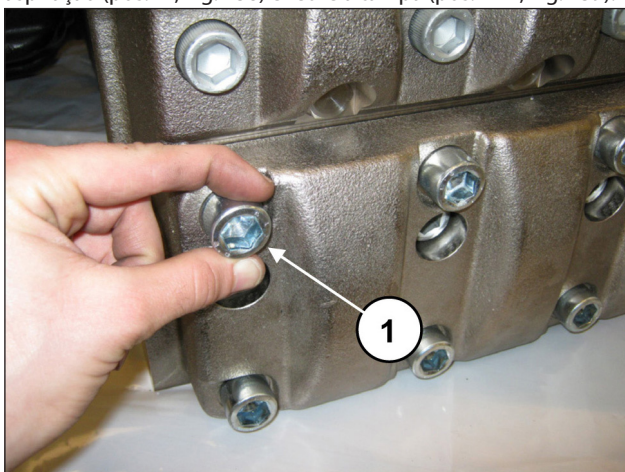
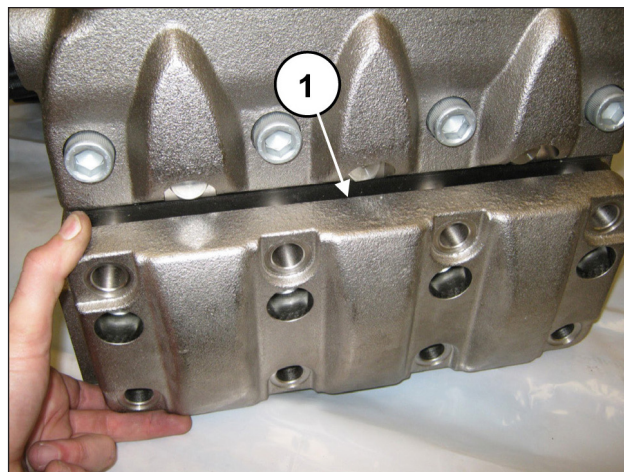

Fig. 138
Fig. 139
Desaperte os 8 parafusos M18x65 da tampa das válvulas de aspiração (pos. ①, Fig. 138) e retire a tampa (pos. ①, Fig. 139).